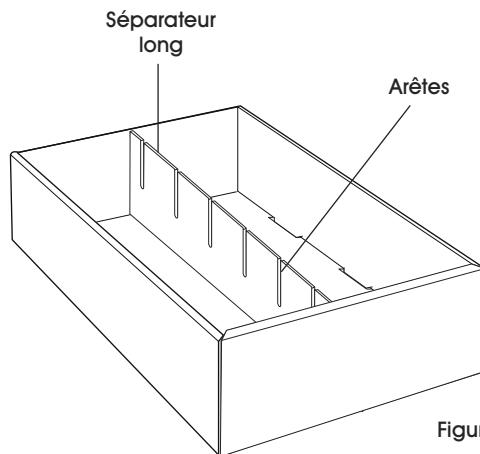

Figure 18
1. Insérez dans la boîte et à la position désirée le séparateur long, arêtes orientées vers le haut. (Voir Figure 18)